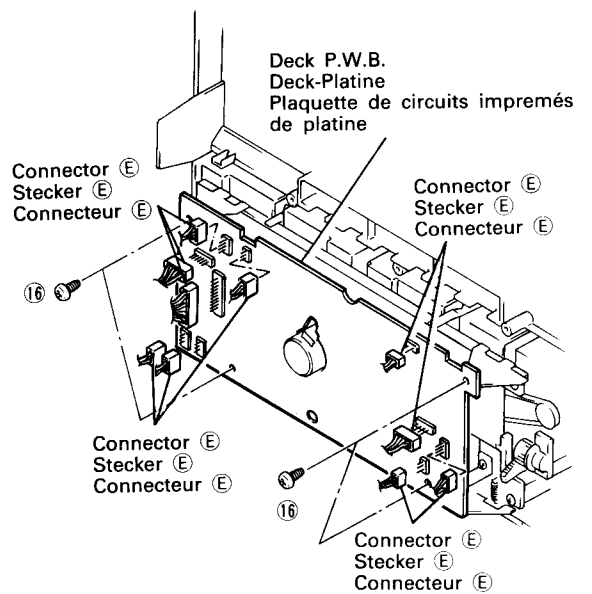

Fig. 14 Abb. 14
15. Deck-Platine (Abb. 14)
15. Plaquette de circuits imprimés de platine (Fig. 14)